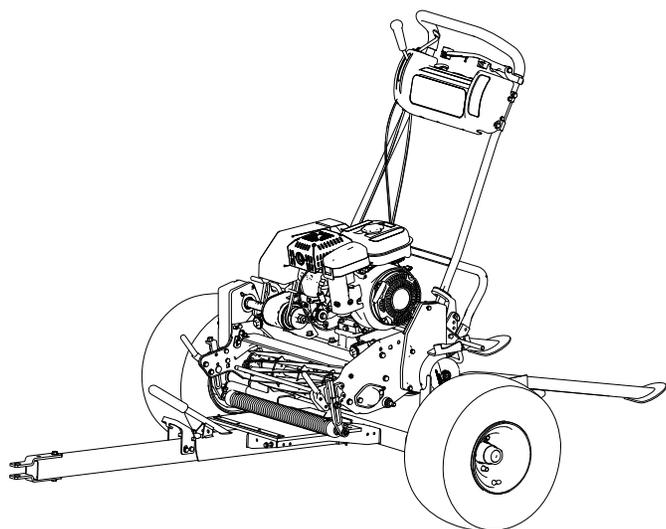

Figura 12
3. Rimuovete il cesto di raccolta, disinserite la trasmissione e portate l'acceleratore al minimo. Portate **lentamente** il tosaerba sul rimorchio fino a toccare i fermaruota (Figura 12).